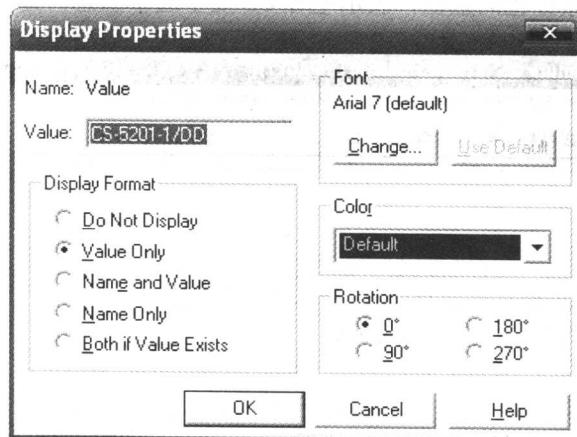

图 2-11 Display Properties 对话框
- 16) 将鼠标放在元件 U1 的 CS-5201-1/DD 上面，双击鼠标，调出图 2-11 所示的 Display Properties 对话框。将 CS-5201-1/DD 更改为 SPX1117M3-1.8，然后单击 OK 按钮关闭该对话框。